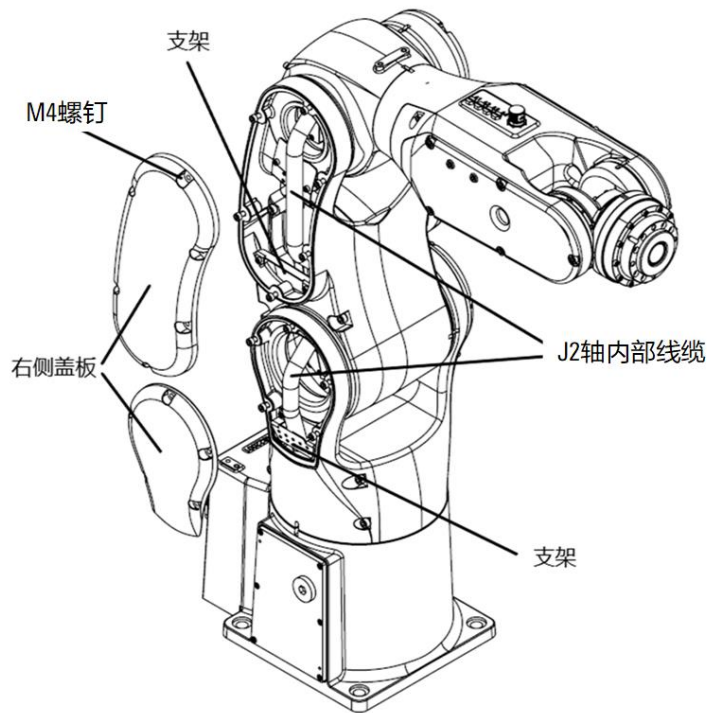

图 10-2 J1, J2 轴内部线缆
- 步骤1. 拆卸右侧盖板, 如图 10-2 所示, 抽出 J1, J2 轴内部线缆。